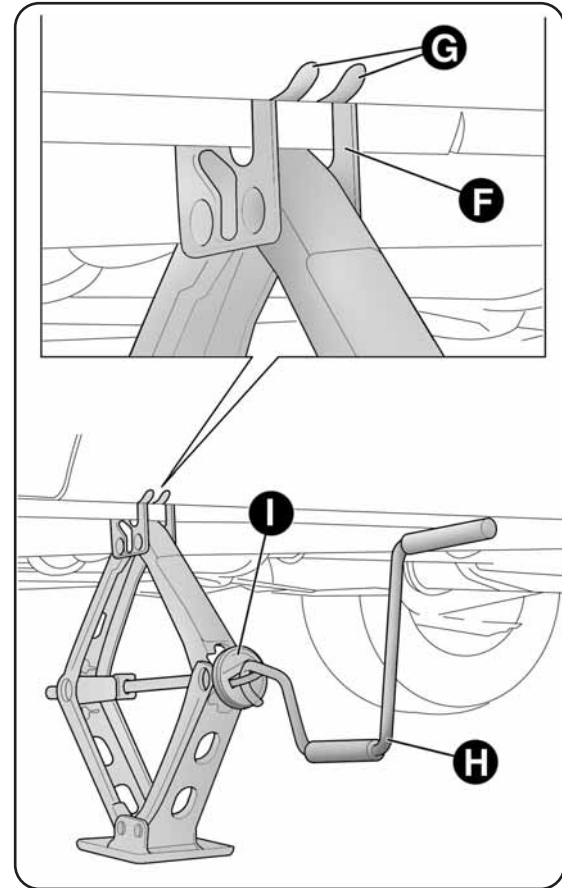

fig. 12
- s'assurer que la rainure F-fig. 12 du cric est bien emboîtée sur l'aillette G du longeron ;
- insérer la manivelle H-fig. 12 dans le dispositif I du cric et soulever la voiture, jusqu'à ce que la roue se soulève du sol de quelques centimètres. En actionnant la manivelle, s'assurer qu'elle tourne librement sans risque de s'écorcher la main contre le sol. D'autres parties du cric en mouvement (vis et articulations) peuvent provoquer des lésions : éviter de les toucher. Éliminer soigneusement toute trace de graisse de lubrification qui se serait déposée sur la peau ;